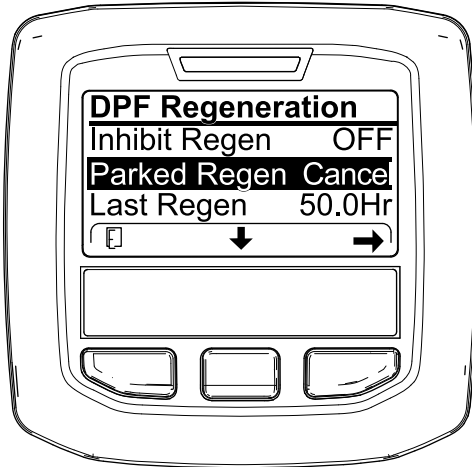
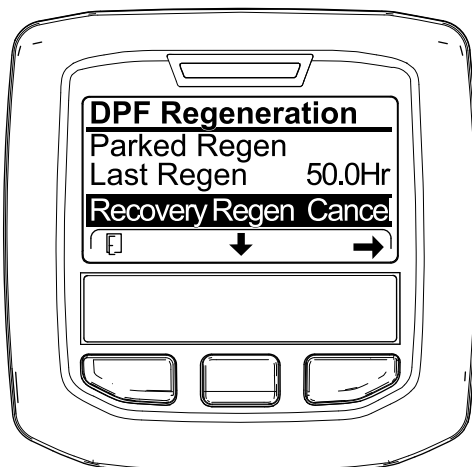

Figura 58
Figura 59
1. Accedete al menu DPF Regeneration (Rigenerazione FAP) (Figura 58).
2. Premete il pulsante centrale per scorrere il menu verso il basso fino all'opzione PARKED REGEN CANCEL (Figura 58) o all'opzione RECOVERY REGEN CANCEL (Figura 59).
3. Premete il pulsante destro per selezionare la voce Cancel relativa alla rigenerazione (Figura 58 o Figura 59).